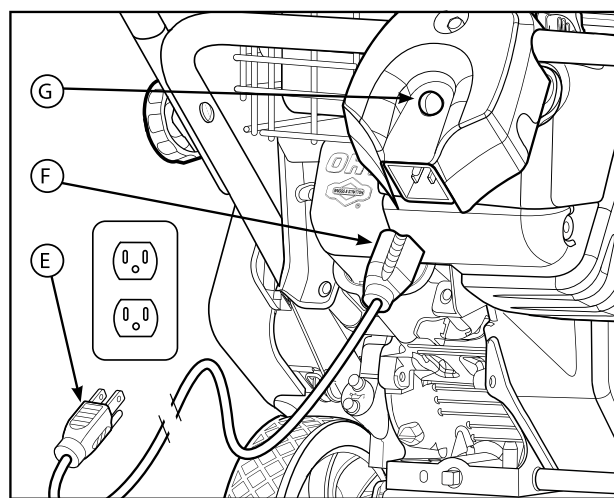

Рис. 6
7. **Электрический запуск:** Сначала присоедините удлинитель (Е, рис. 6) к розетке питания (F), а затем вставьте в стенную розетку. Если требуется дополнительный удлинитель, убедитесь в том, что он трехпроводной.
8. **Электрический запуск:** Нажмите на кнопку включения стартера (G). После запуска двигателя сначала отсоедините удлинитель от стенной розетки, а затем от розетки питания.